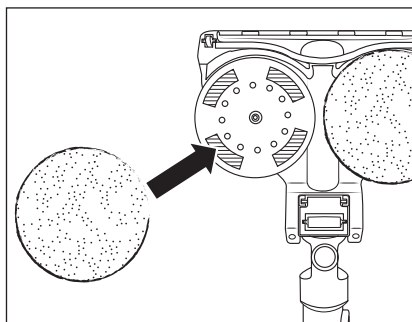

Fig. 17
- ◆ Per applicare un panno lavapavimenti 34 all'accessorio lavapavimenti 31, posizionarlo al centro di uno dei due dischi girevoli che si trovano sul lato inferiore dell'accessorio lavapavimenti 31 (vedere fig. 17). Poi fissarlo saldamente sui nastri di velcro del disco girevole.